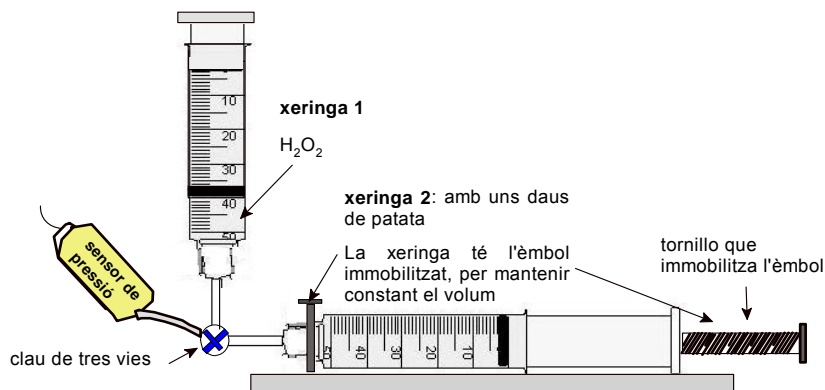

Figura 2: Esquema del muntatge proposat
Proposta de muntatge: (Figura 2)
- Es comença per H_2O_2 al 3% (10 volums), que és la que es troba en les farmàcies. Desmuntar la xeringa 1 (vegeu figura 2) i succionar 10 mL de solució de H_2O_2 al 3%